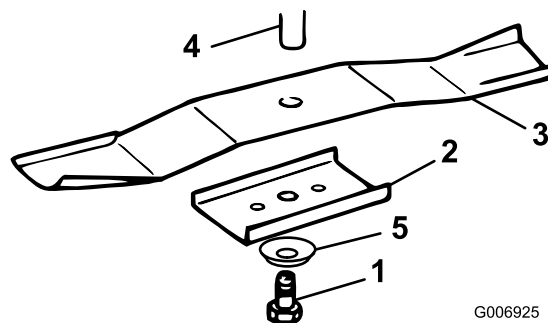

Figura 29
3. Togliete il bullone (chiave 5/8 pollice), rondella curva, ancoraggio e lama (Figura 29). In sede di rimozione del bullone, per bloccare la lama inserite un blocco di legno tra la lama e il tosaerba.
1. Montate le lame, i fermi, le rondelle curve (lato concavo verso la lama) ed i bulloni delle lame (Figura 29).